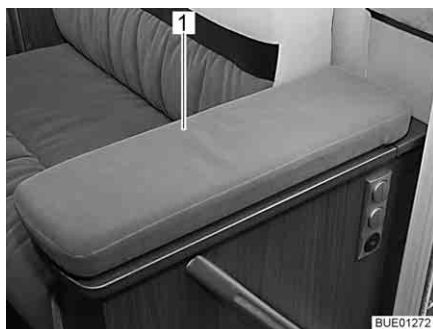
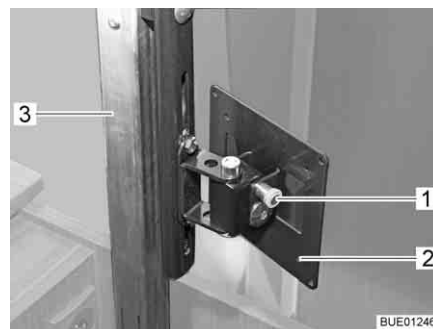

Fig. 69 Compartimento para televisão
Fig. 70 Mecanismo de elevação
- No meio, empurre ligeiramente para baixo a cobertura (Fig. 69,1) do compartimento para a televisão. A coluna do expansor (Fig. 70,3) é destravada e desloca-se para cima.
- Puxe para fora o botão de destravar (Fig. 70,1) e mova o suporte (Fig. 70,2) com o ecrã plano para a posição pretendida.
- Rode o ecrã plano para trás, para a posição inicial, até o suporte (Fig. 70,2) encaixar no dispositivo de bloqueio.
- No meio, empurre a cobertura (Fig. 69,1) para baixo, contra a resistência da coluna do expansor (Fig. 70,3) até o dispositivo de bloqueio encaixar.